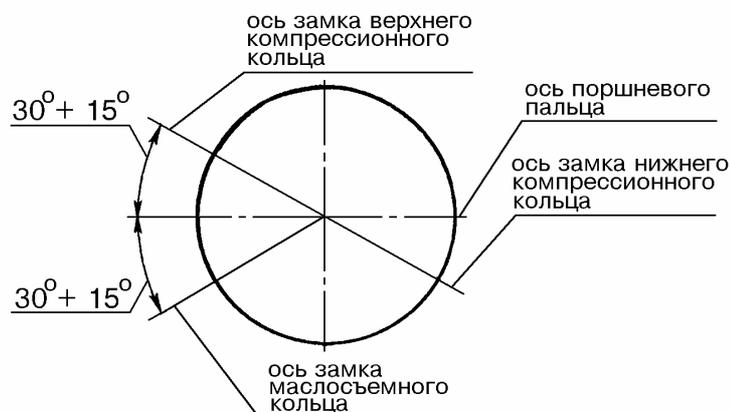
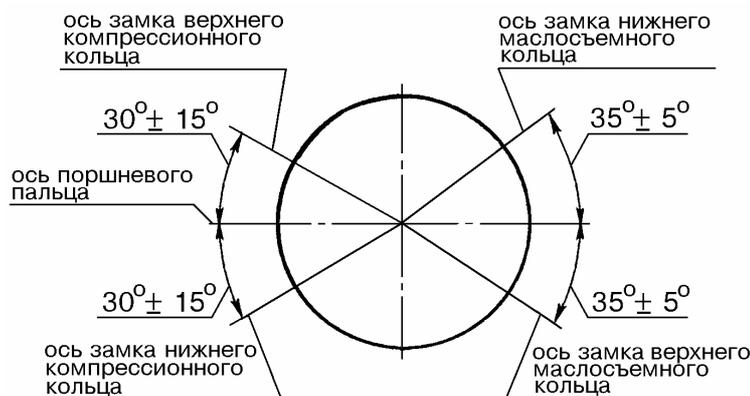

Рис.48.
Рис.49.
- произвести ориентацию замков колец на поршне. Для комплекта колец с чугунным маслосъемным кольцом ориентацию замков произвести согласно рис.48. Для комплекта со стальным маслосъемным кольцом - согласно рис.49.